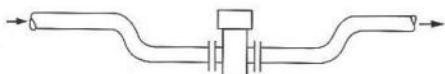
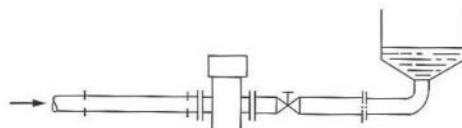
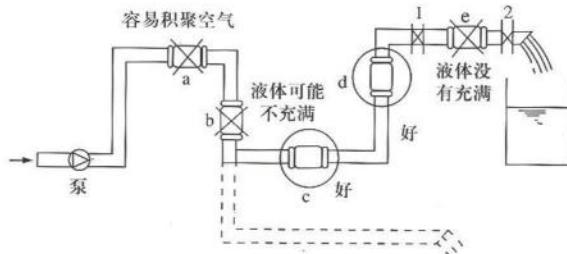

图 4-6 传感器低于管道的安装
图 4-7 传感器下游有背压的安装
图 4-8 传感器安装位置
- (1) 传感器可在垂直管道、水平管道或倾斜管道上安装，但要求二电极的中心连线处于水平状态。
- (2) 电磁流量计工作时，始终要求测量管内充满被测介质。水平安装时，为了确保这一点，必要时传感器安装位置的标高可以略低于管道的标高，如图 4-6，或使传感器的下游具有足够的背压，如图 4-7。推荐的安装位置如图 4-8 中 c、d 所示。